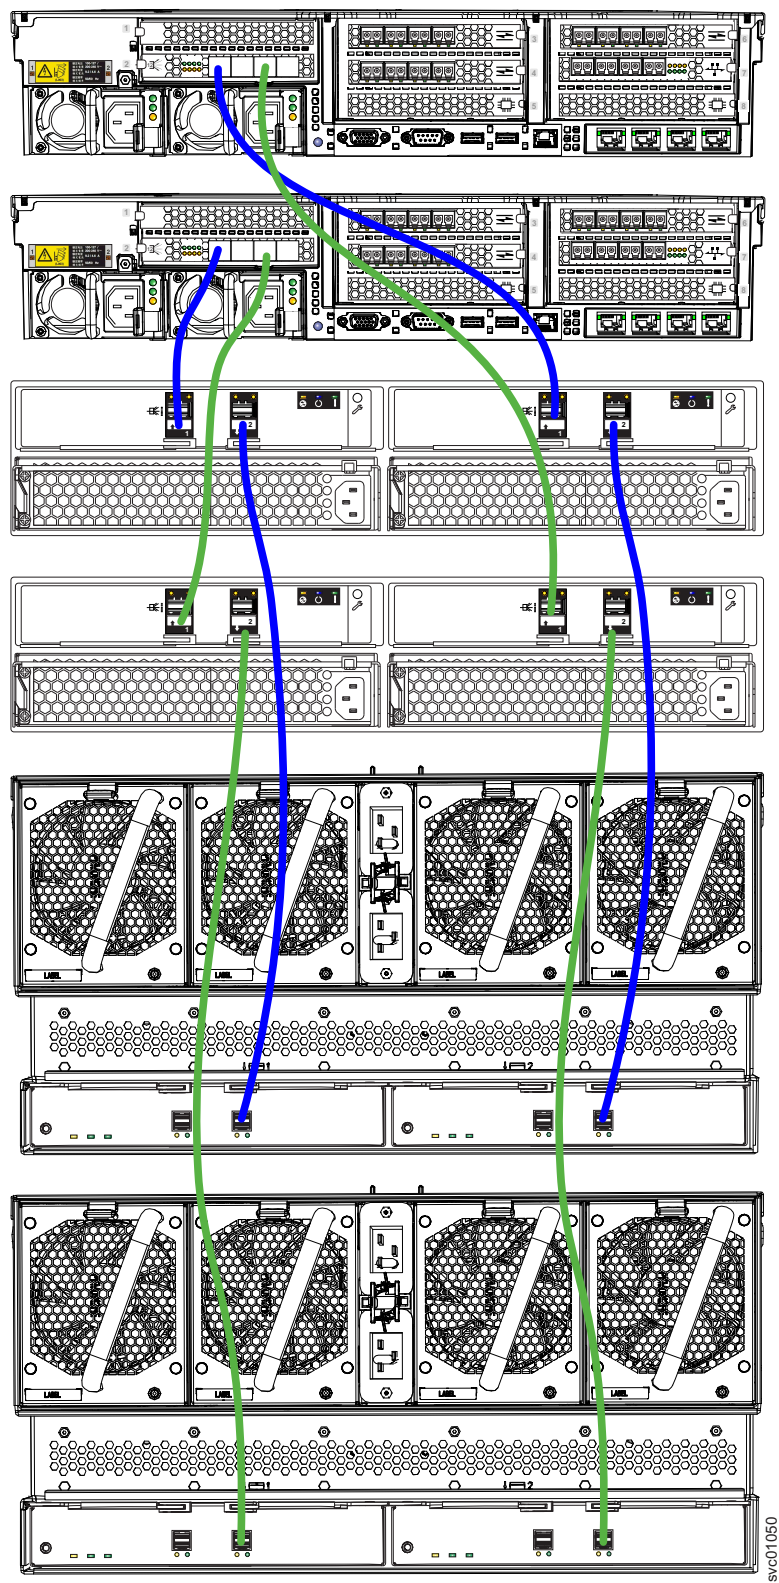

图 135. 连接 SAS 电缆
1. 安装电缆，如第 138 页的图 135 中所示。
注：提供第 138 页的图 135 是为了显示 SAS 机柜与每个节点机柜之间的电缆连接。它并不代表机架中机柜的精确安装顺序。但是，由于尺寸和重量的原因，始终会将 2145-92F 机柜放置在机架底部附近。
如第 138 页的图 135 所示，您可以在单个 SAS 链中组合使用 2145-24F、2145-12F 和 2145-92F 机柜。各种组件的组合链权重将成为限制因素。可连接到节点 SAS 端口的最大 SAS 链权重为 10：